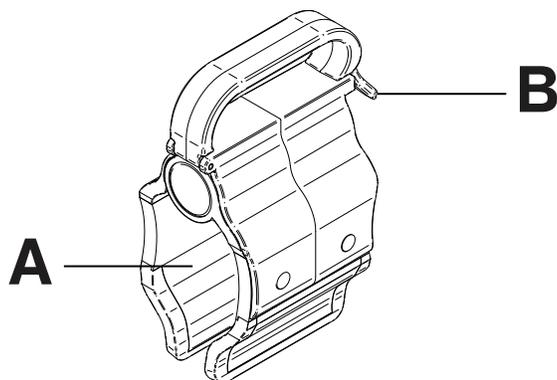

Figure 123 : Clip de gestion des câbles
1. Ouvrir le clip (A) (Figure 123 à la page 117).
1. Soulever la languette du clip (B) (Figure 123 à la page 117).